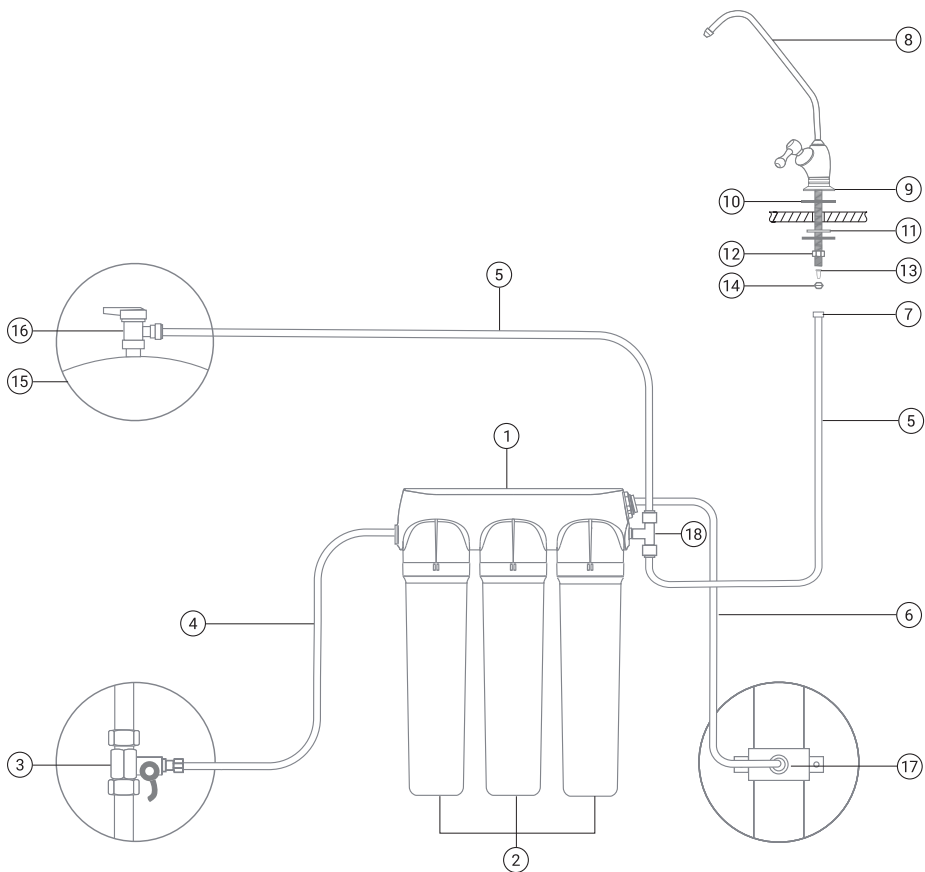
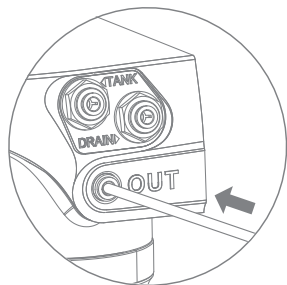

Рис. 12. Схема подключения Престиж Смарт с картриджем Антибор Смарт.
Рис. 18
- Вставьте до упора свободный конец синей трубки в гнездо «OUT» на скобе фильтра (рис. 18). В фильтре Smart Престиж Антибор свободный конец синей трубки подключается в фитинг-тройник 1/4" (рис. 12).